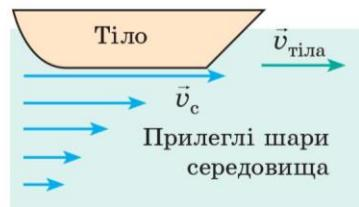

Рис. 13.9. Швидкість руху прилеглих до тіла шарів середовища (v_c) у міру віддалення від тіла поступово зменшується до нуля
1. *Ламінарне обтікання*. Якщо тверде тіло рухається всередині рідини або газу, то прилеглі шари середовища рухаються разом із тілом (рис. 13.9). Чим більшою є в'язкість середовища, тим більше його шарів залучаються до руху.